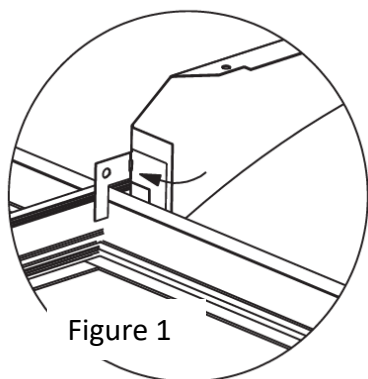

Figure 1
1. Plier les languettes à 90° à chaque coin (Fig. 1).